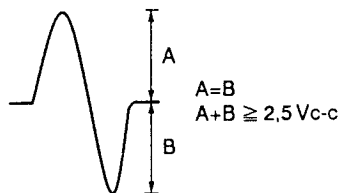

Figure 8
3. Tout en regardant l'écran de l'oscilloscope, appuyer sur la touche PROGRAM et observer la forme d'onde de la Figure 8, pendant quelques instants. Vérifier que l'amplitude atteint au moins 2,5 Vc-c et que les amplitudes positive et négative soient égales. Comme la forme ne sort que pour un moment, quand la touche PROGRAM est enclenchée, appuyer sur à plusieurs reprises sur cette touche, jusqu'à ce que la forme d'onde ait été vérifiée.